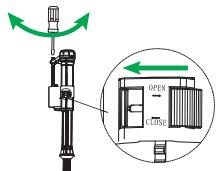

Рис. 6 / 6-сур.
- передвинуть фиксатор в первоначальное положение для фиксации держателя поплавка на заданном уровне (рис. 6);
- использовать отвертку и винт точной регулировки, отрегулировать уровень воды (рис. 6).